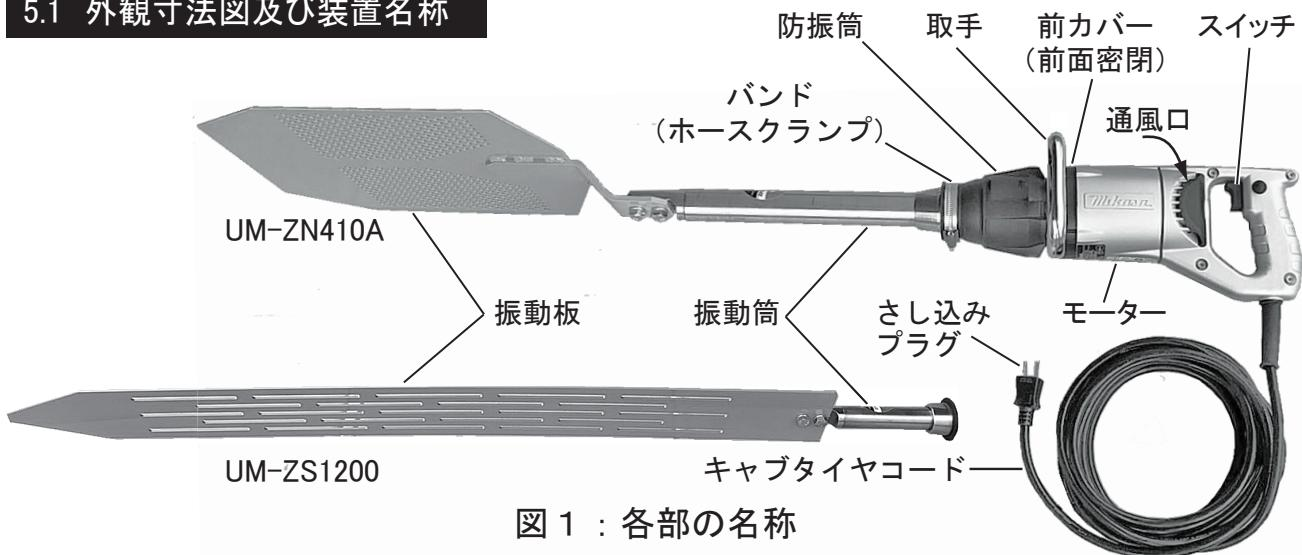

図1：各部の名称
- スイッチが入っていることを知らずにさし込みプラグを電源に接続すると不意に起動し思わぬ事故のもとになります。スイッチはスイッチ引金(P6 図1参照)を引くと入り(ON)、離すと切れます(OFF)。
- 通風口が塞がれると、モーターは加熱し焼損する恐れがあります。(P6 図1参照)